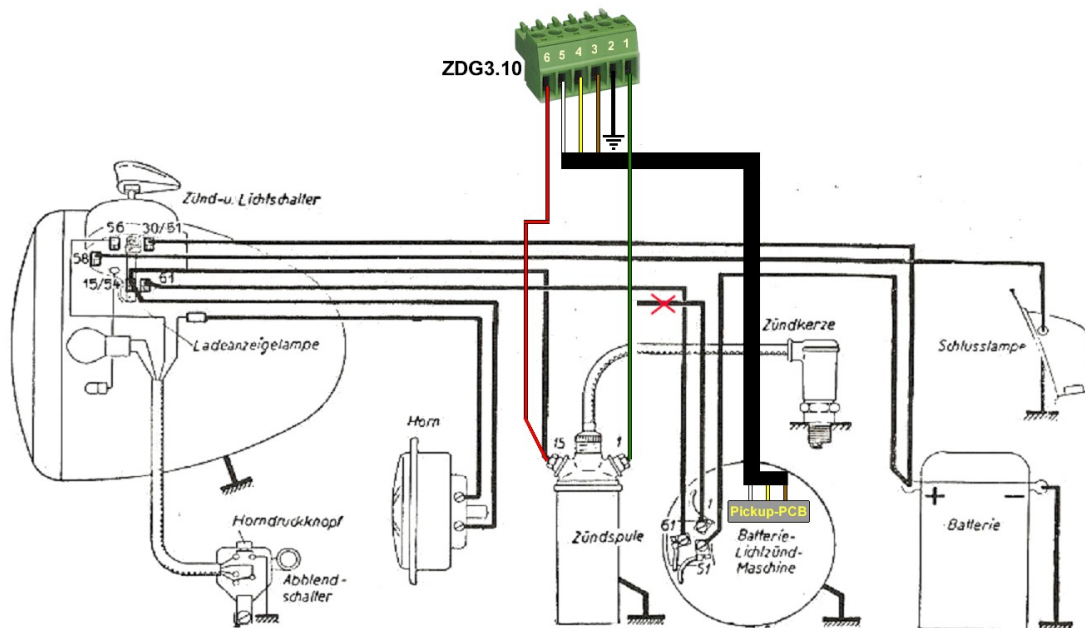

Abbildung 1 Anschlussschema
- Zuerst werden der Fliehkraftregler und der Unterbrecherkontakt entfernt (Bild 1+2). Die neue Sensorplatte wird dann auf der Lichtmaschine mit zwei M4-Senkkopfschrauben befestigt (Bild 3).